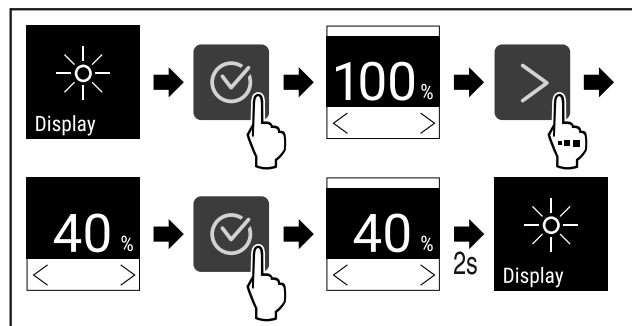

Fig. 78
- ▶ Eseguire i passaggi (vedere Fig. 78).